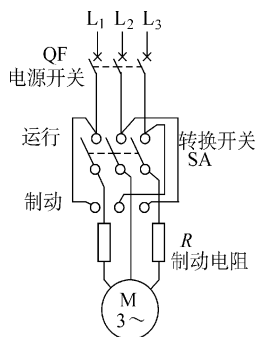

图 3-42 反接制动原理
2) 反接制动 反接制动是电动机运行在电动状态，但电磁转矩与电动机的旋转方向相反，实现反接制动的常用方法是电源反接制动，即将电动机任意两相电源线对调，如图 3-42 所示。这时定子电源相序改变，使旋转磁场和电磁转矩也改变方向，由于惯性，